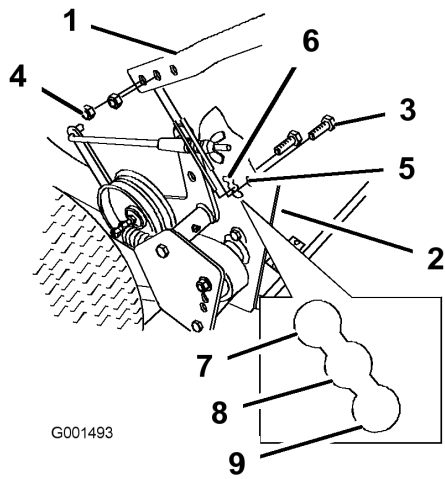

Figure 18
2. Desserrez les boulons supérieurs (3/8 x 1-1/4") et l'écrou à embase de fixation de la poignée au bâti arrière (Figure 18).
3. Retirez les boulons inférieurs ((3/8 x 1 inch)) et les écrous à embase de fixation du guidon au bâti arrière (Figure 18)